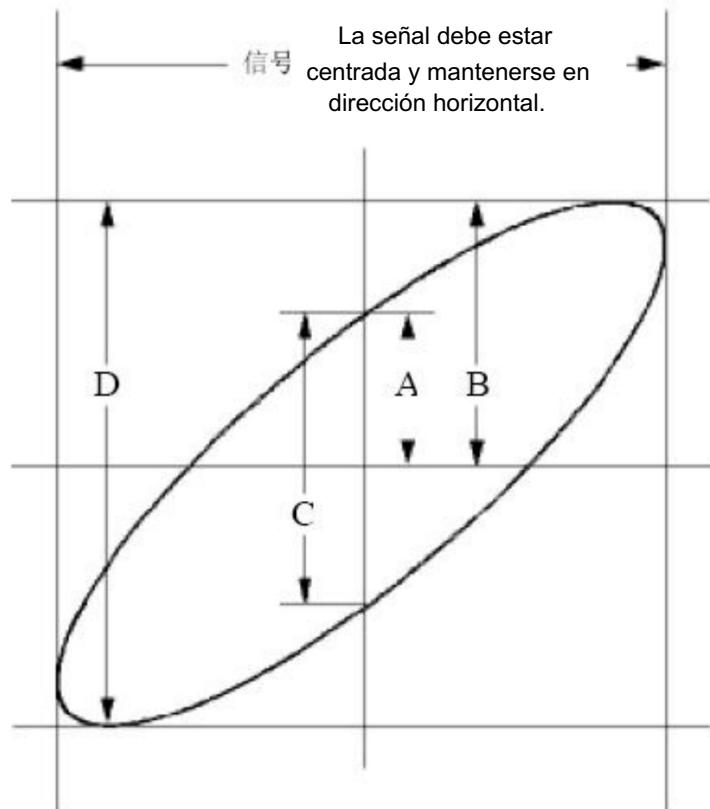

Figura 6-6 Gráfico de Lissajous
- (1) Establezca el coeficiente de atenuación del menú de la sonda en 10X y el de la Cambie la sonda por 10X (consulte "Cómo configurar la sonda") Coeficiente de atenuación" en P20).
- (2) Conectar la sonda del canal 1 a la entrada de la red y la del Canal 2 a la salida de la red.
- (3) Presione el botón Autoset , con el osciloscopio encendido. señales de los dos canales y visualizarlas en la pantalla.
- (4) Gire la perilla de escala vertical , haciendo que las amplitudes de dos señales iguales en bruto.
- (5) Presione el botón Adquirir para mostrar el menú derecho.
- (6) En el menú de la derecha, seleccione el modo XY como ON. El osciloscopio mostrar las características de entrada y terminal de la red en la forma gráfica de Lissajous.
- (7) Gire las perillas de Escala vertical y Posición vertical , optimizando la forma de onda.
- (8) Con el método del oscilograma elíptico adoptado, observar y Calcular la diferencia de fase (ver Figura 6-6).